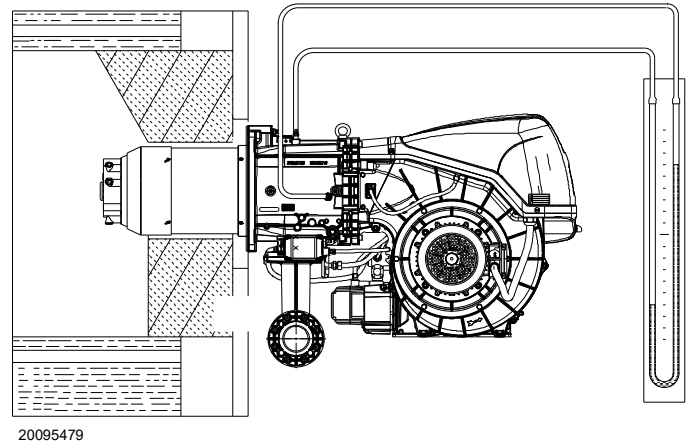

Рис. 30
- Установіть U-подібний манометр або диференціальний манометр (Рис. 30): трубка (+) в точці контролю тиску газу на трубній муфті, а трубку (-) у камері згоряння. Показники манометра використовуються для розрахунку максимальної потужності пальника за допомогою формули Табл. Q на сторінці 31.
Надходження газу до головки контролюється за U-подібним манометром (Рис. 30).